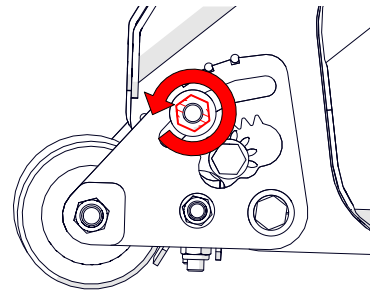

Fig. 8E – Desaperte a porca de fixação superior no quadrante do rolo
- Desaperte a porca de fixação superior no quadrante do rolo [chave inglesa de 19 mm] (Fig. 8E). Repita no quadrante do lado contrário.
6. Desaperte a porca de fixação superior no quadrante do rolo [chave inglesa de 19 mm] (Fig. 8E). Repita no quadrante do lado contrário.